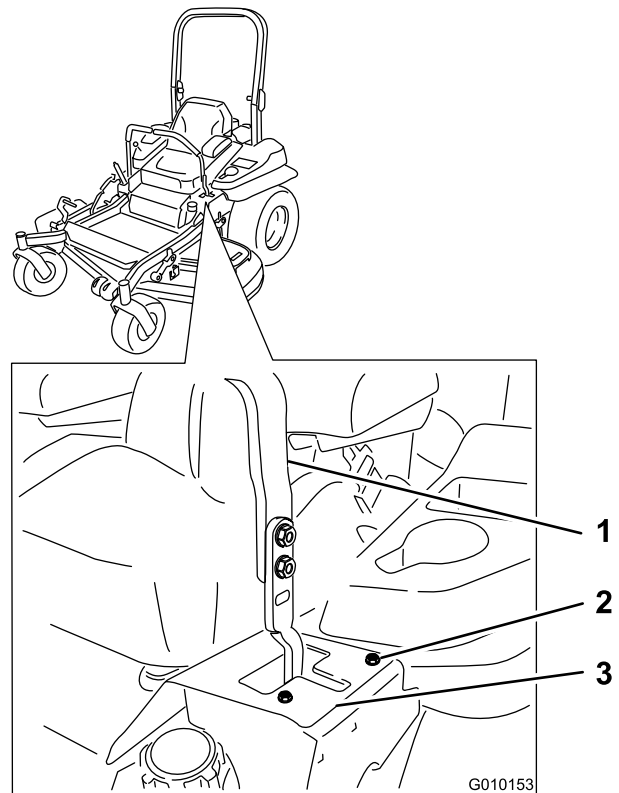

Figura 76
- Se tende a destra, allentate i bulloni e regolate la piastra della battuta sinistra spostandola indietro sulla fessura a T sinistra finché la macchina non procede in linea retta (Figura 76).
- Se tende a sinistra, allentate i bulloni e regolate la piastra della battuta destra spostandola indietro sulla fessura a T destra finché la macchina non procede in linea retta (Figura 76).
6. Serrate i bulloni della piastra della battuta (Figura 76).